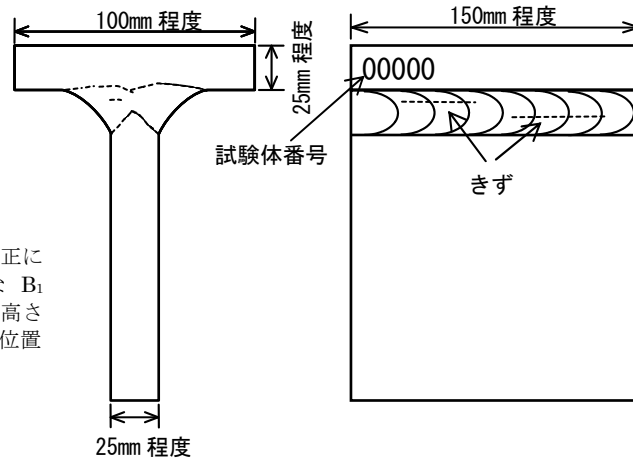

図 2 斜角試験体の例
##### ② 斜角探傷試験 (T 継手溶接部; 図 2 参照) 【40 分】